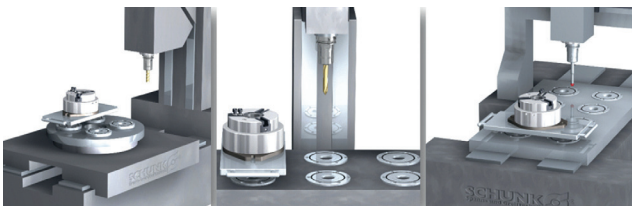

Рис. 5. Быстрое перемещение деталей между станками
- быстрое перемещение деталей между станками (рис. 5);